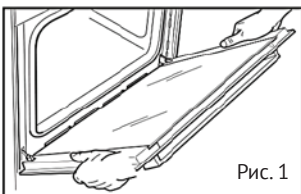

Рис. 1
- Полностью откройте дверцу духовки (рис. 1).
- Удерживайте дверцу под углом (рис. 1).